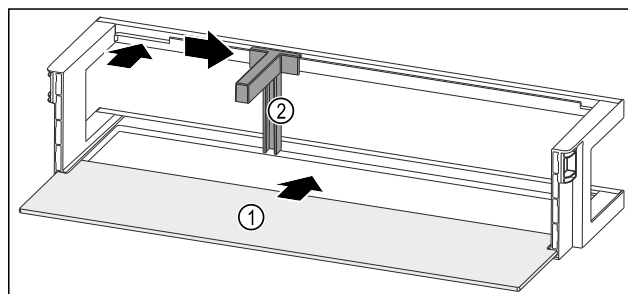

Fig. 120 Balconnet de contre-porte avec tablette de rangement
- Insérer la tablette de rangement Fig. 120 (1) dans les évidements latéraux.
- Insérer le porte-bouteilles Fig. 120 (2) dans l'évidement.
- Pousser le porte-bouteilles Fig. 120 (2) sur le côté en position souhaitée.